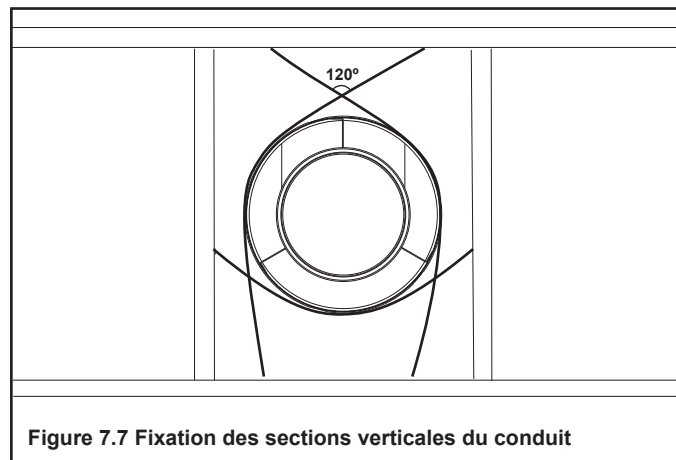

Figure 7.7 Fixation des sections verticales du conduit
- Des supports de conduit ou des bandes de suspension (espacés de 120°) peuvent être utilisés à cette fin. Voir les figures 7.7 et 7.8.